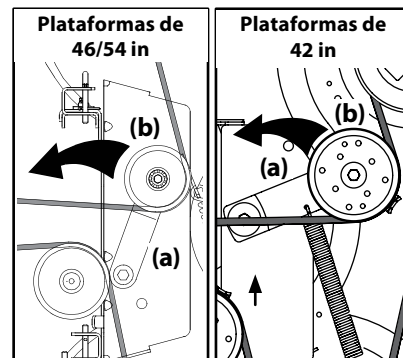
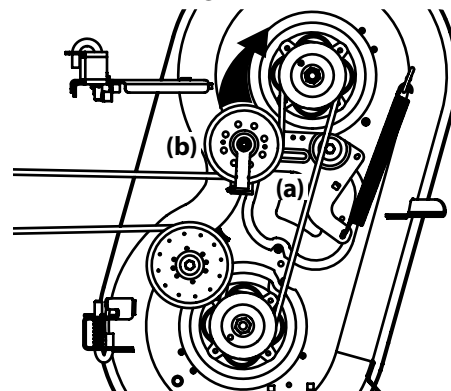

Figura 4-15
Figura 4-16
- b. Desde la parte media del tractor, haga girar el soporte de la polea loca (a) y la polea móvil (b) hacia atrás en las plataformas de 42/46/54 in y hacia adelante en las plataformas de 34 in solo lo suficiente para levantar la correa por encima de la polea del husillo. Consulte la Figura 4-15 para las plataformas de 42/46/54 in y la Figura 4-16 para las plataformas de 34 in.